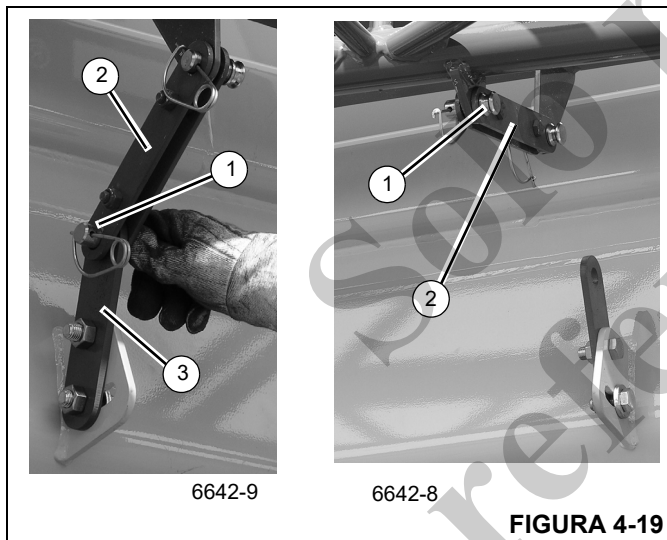

FIGURA 4-19
31. Retire el pasador (1, Figura 4-19) de la barra de fijación de la base de la pluma (3). Mueva la barra de seguridad (2, Figura 4-19; 10, Figura 4-20) a la sección de base de la extensión de la pluma e instale el pasador (1). Fije con la pinza de retención.